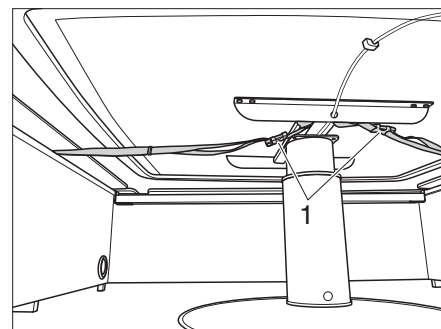

Fig. 55 Sécurisation de la table à hauteur réglable avec des sangles
- ▷ La table à hauteur réglable n'est pas fixée au sol. Avant un trajet, abaisser la table à hauteur réglable jusqu'à la butée inférieure et la fixer avec les sangles (Fig. 55,1) en dessous des banquettes.